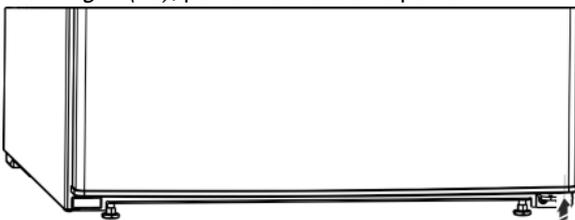

Fig. 9
- ▶ Dištančný diel Fig. 9 (13) nasadíte znovu vpravo dole do dverí, pretože je to dôležité pre stabilitu zariadenia.